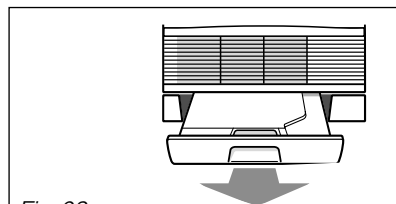

Fig. 08
- Para o esvaziar, tirá-lo do seu alojamento puxando-o para si (fig. 08).